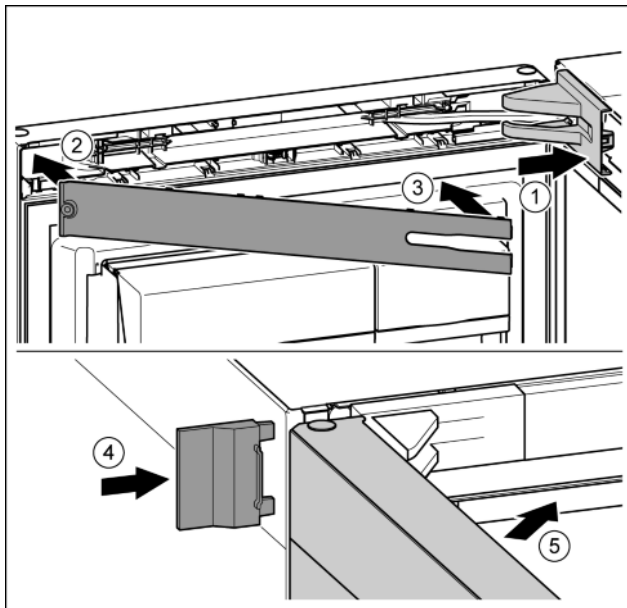

Fig. 21
- Poser et enclencher le cache du support de palier, l'introduire en appuyant délicatement. *Fig. 21 (1)*
- Poser le cache. *Fig. 21 (2)*
- Incliner le cache et l'enclencher. *Fig. 21 (3)*
- Enfiler le cache extérieur. *Fig. 21 (4)*
- Fermer la porte supérieure. *Fig. 21 (5)*